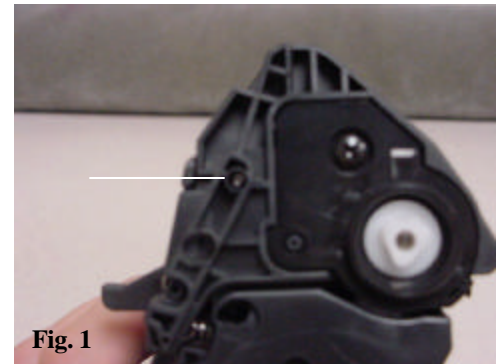

Fig. 1
1. Las mitades del cartucho están aseguradas juntas por un par de pernos de retención (Fig.1); uno de cada lado del cartucho. Los pernos pueden causar daño PCR si son empujados; por eso debería remover desde adentro hacia fuera. El método de retiro en estas instrucciones causará un cierto daño de menor importancia a la cáscara del cartucho, pero no será visible al usuario del extremo.